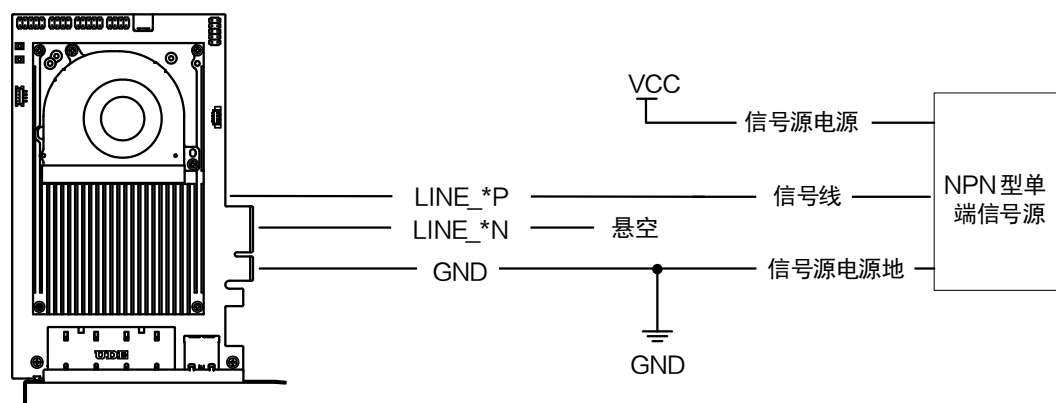
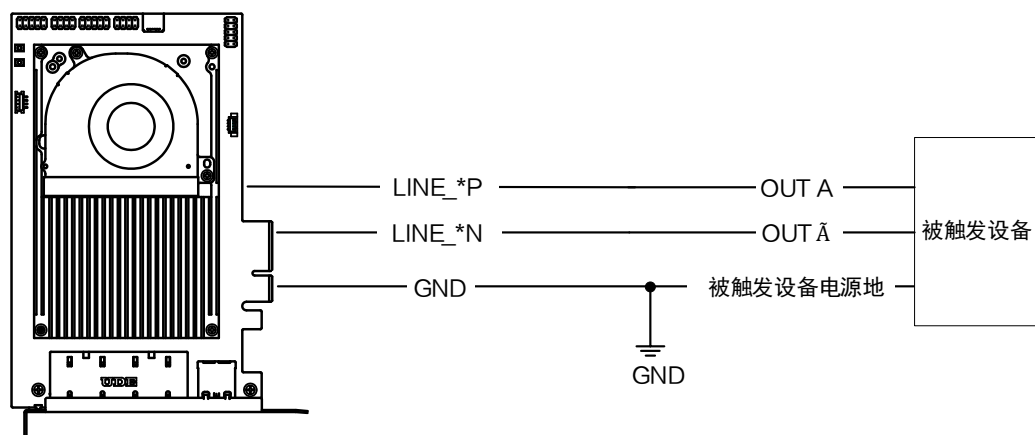

图4-6 NPN 单端输入接线（无需上拉电阻）
图4-7 NPN 单端输入接线（需上拉电阻）
- NPN 型单端信号源提供触发信号时，有两种不同的接法，如图 4-6 和图 4-7 所示，其中图 4-7 接线图中上拉电阻的阻值范围为 $1 \sim 10 \text{ K}\Omega$ 。